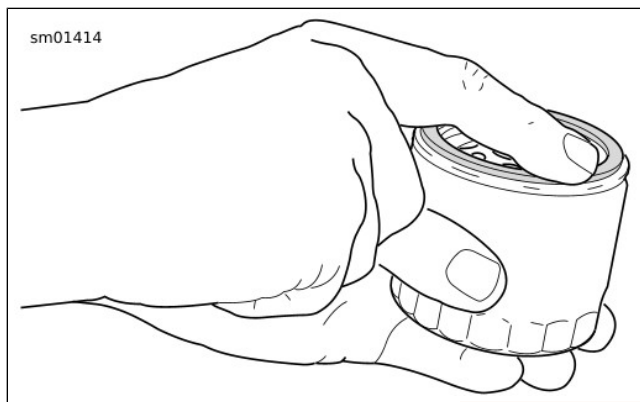

Abbildung 95. Schmieren der neuen Ölfilterdichtung
7. Siehe Abbildung 95 . Den **neuen** Ölfilter einbauen.